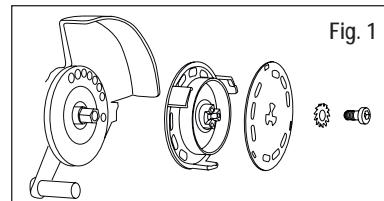
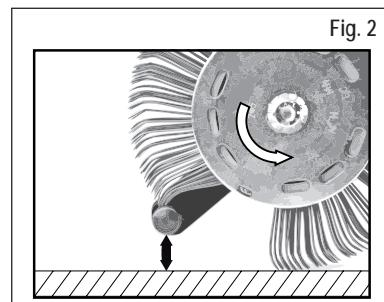

Fig. 1
Fig. 2
- Interrompa a alimentação de ar comprimido e fixe a cinta **MBX® Die Blaster®** 11 mm correctamente com o sistema de alojamento correspondente **AS012** (observe o sentido de operação) no disco de leque previsto para o efeito e no parafuso na ferramenta. Vide a Fig. 1 e a Fig. 2
- Está a utilizar uma cinta **MBX®** no sentido de operação errado? - Ajuste a cinta de escova, de maneira a operar no sentido correcto (vide o capítulo 6, Colocação em funcionamento, Fig. 2).